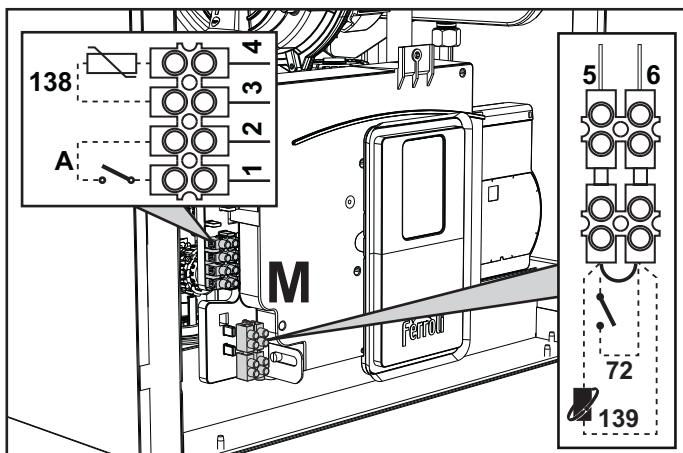
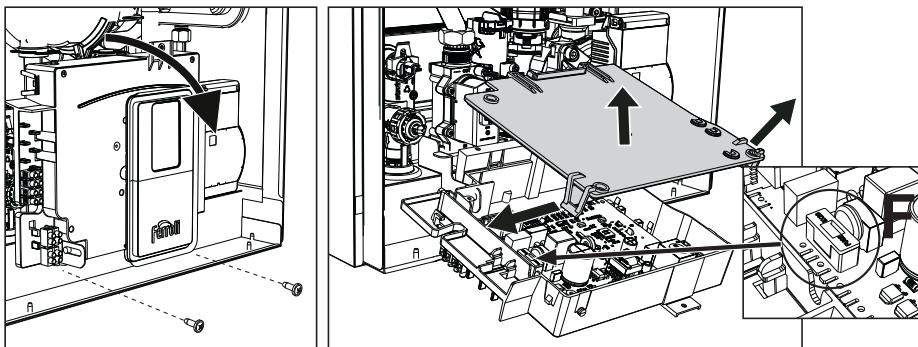

fig. 28
fig. 29
Tras quitar el panel frontal (\*\*\* 'Apertura del panel frontal' on page 99 \*\*\*), es posible acceder a las regletas de conexión (M) y al fusible (F) según las indicaciones siguientes (fig. 28 e fig. 29). **Los bornes indicados en la fig. 28 deben tener contactos secos (no 230V).** La posición de los bornes para las diferentes conexiones también se ilustra en el esquema eléctrico de la fig. 67.
**Configuración del interruptor ON/OFF (A, fig. 28)**